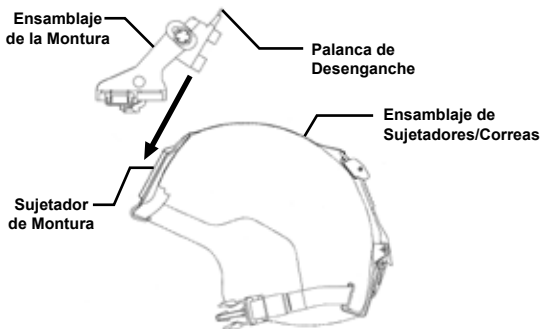

Figura 4-11. Sujetar el Ensamblaje de la Montura al Ensamblaje de Sujetadores/Correas
5. Con la palanca de cierre abierta, recoja la parte floja del ensamblaje de sujetadores/correas utilizando el pasador. Cierre la palanca de cierre (Véase la Figura 4-11).
6. Si la cubierta de tela y la correa de camuflaje estén instalados en el casco PASGT, será necesario deslizar la correa de camuflaje hacia arriba (a un ángulo entre 30° - 45°) en la parte delantera del casco (Véase la Figura 4-11).
10. Para instalar el ensamblaje de la montura en el ensamblaje de sujetadores/correas, coloque el ensamblaje de la montura encima de la grapa de montura y deslícelo hacia abajo hasta que suena un chasquido al detenerse (Véase la Figura 4-11).